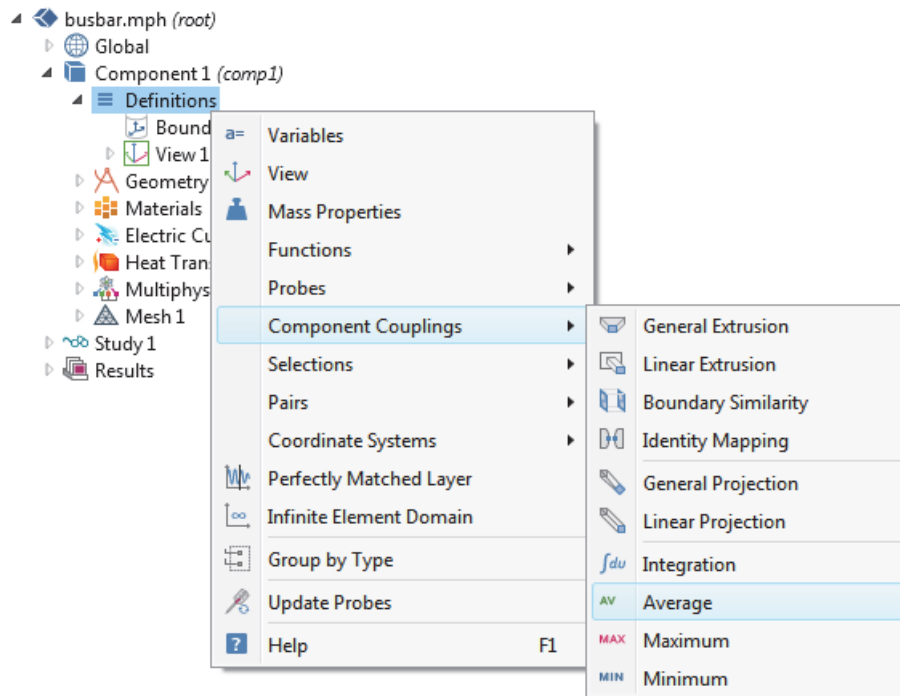

Рис. 4.62. Выбор опций характеристик
4. В разделе **Component 1**, щелкните правой кнопкой по **Definitions** и выберите **Component Coupling** > **Average** (рис. 4.62).